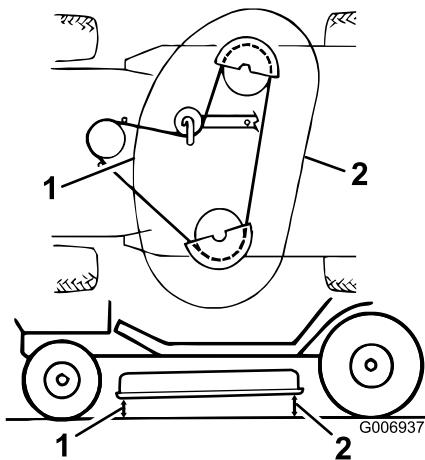

Figure 50
9. Contrôler l'inclinaison avant/arrière en mesurant la hauteur du bas du plateau de coupe (au centre, à l'avant et à l'arrière) par rapport au sol plat (Figure 50). Si l'avant n'est pas de 3 à 10 mm plus bas que l'arrière, un réglage est nécessaire.